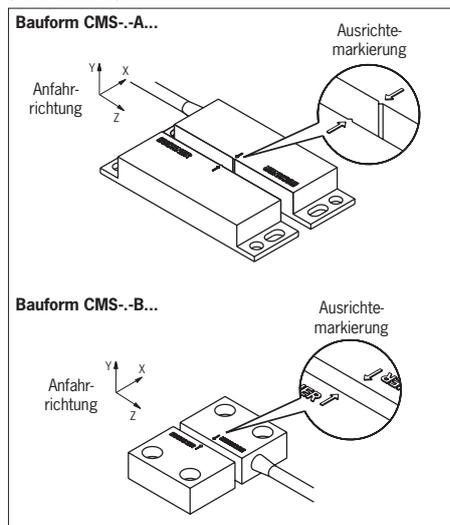

Bild 1: Ausrichtung Lesekopf und Betätiger
Die Einbaulage von Lesekopf und Betätiger ist beliebig. Ausrichtung von Lesekopf zu Betätiger beachten (siehe Bild 1).
- ▶ die aktiven Flächen von Lesekopf und Betätiger bei geschlossener Schutzeinrichtung deckungsgleich gegenüber liegen (siehe Bild 1)
- ▶ Bei geringer Anfahrtschwindigkeit zwischen Lesekopf und Betätiger sollte die Anfahrtschwindigkeit **Z** (siehe Bild 1) vermieden werden.